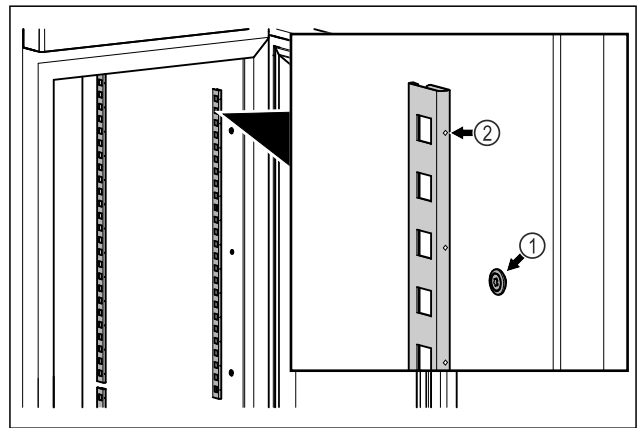

Fig. 81 Примерно изображение
- ▶ Закачете заключващите ленти в окачането Fig. 81 (1). Маркировката Fig. 81 (2) трябва да сочи напред.